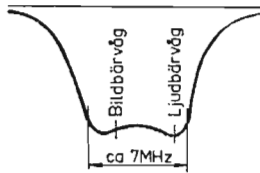

Fig. 4. Frekvenskurva för kanalväljaren.
- Kontroll av kanalväljarens frekvenskurva kan ske med en svepgenerator, som ger en utgångsspänning av ca 100 mV. Denna anslutes till antenningången (använd 240 ohms symmetrisk ingång). Ett oscilloskop anslutes till mätkontakten M1. Frekvenskurvan skall ha den i fig. 4 visade formen.